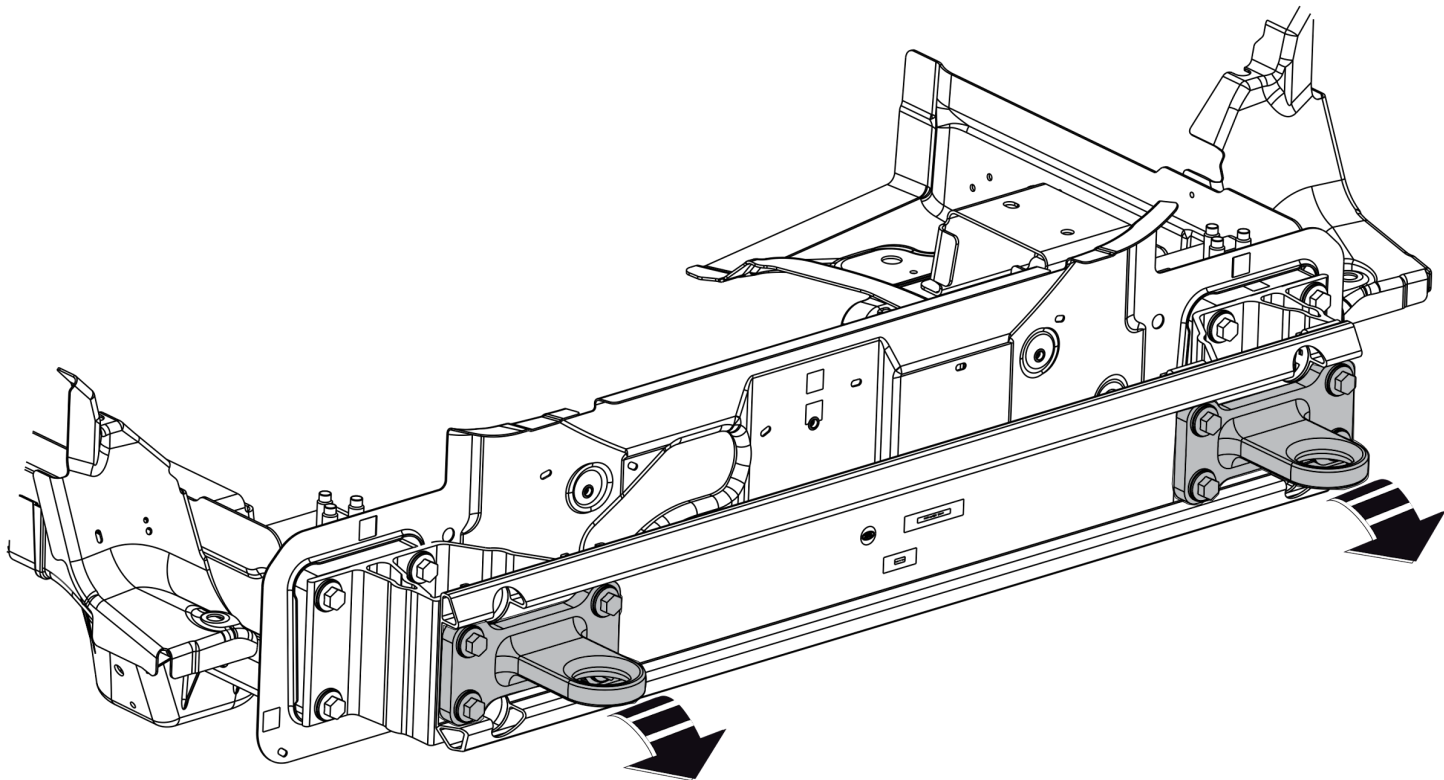

Fig. 3
3. Снять буксировочное ухо. См. рисунок 3.